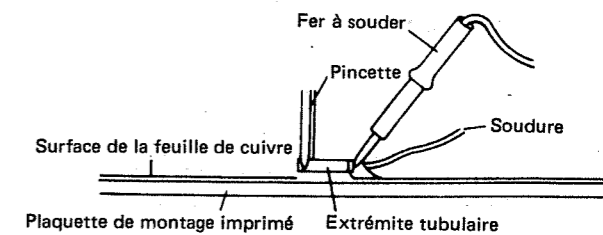

Figure 27-4
- Tout en tenant un des bouts de la pièce avec une pincette, souder complètement les deux bornes de celle-ci, l'une après l'autre. Voir la Figure 27-4.
- Lorsqu'on touche la pièce avec une pincette, tenir sa borne mais jamais son corps. Voir les Figures 27-4.